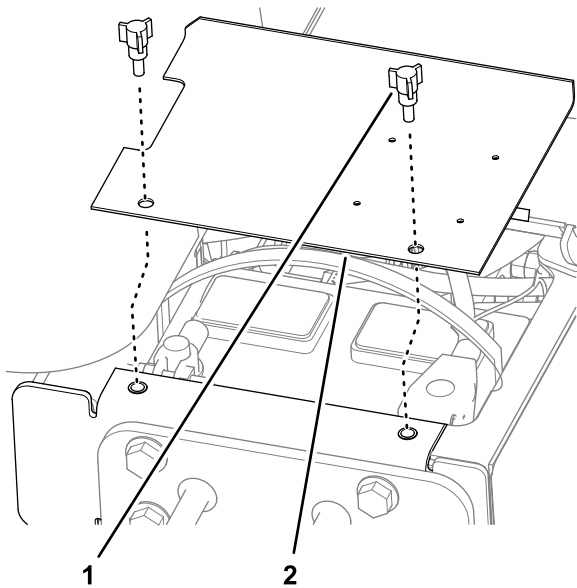

Bild 2
1. Lösen Sie die beiden Knöpfe, mit denen die äußere Akkuabdeckung am Rahmen der Maschine befestigt ist, und entfernen Sie die Abdeckung (Bild 2).